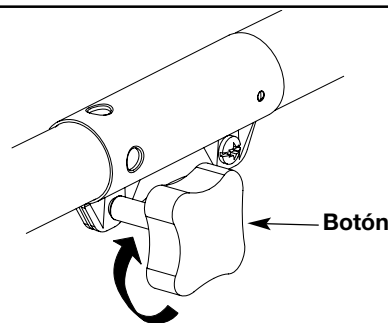

Fig. 3
4. Apriete el botón girándolo hacia la derecha (Fig. 3).